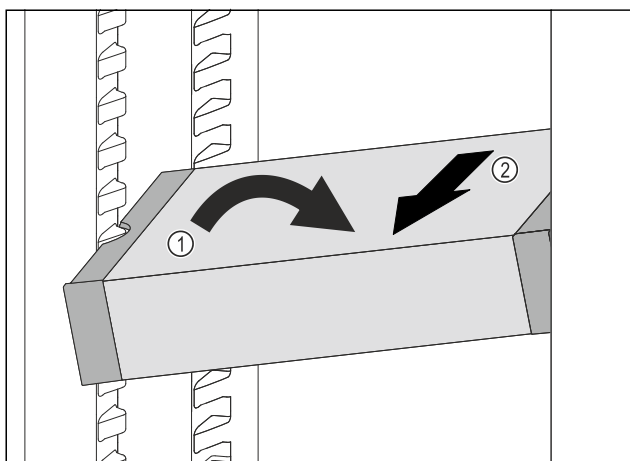

Fig. 177
- VarioSafe postavte v chladničce šikmo. Fig. 177 (1)
- VarioSafe odeberte směrem dopředu. Fig. 177 (2)